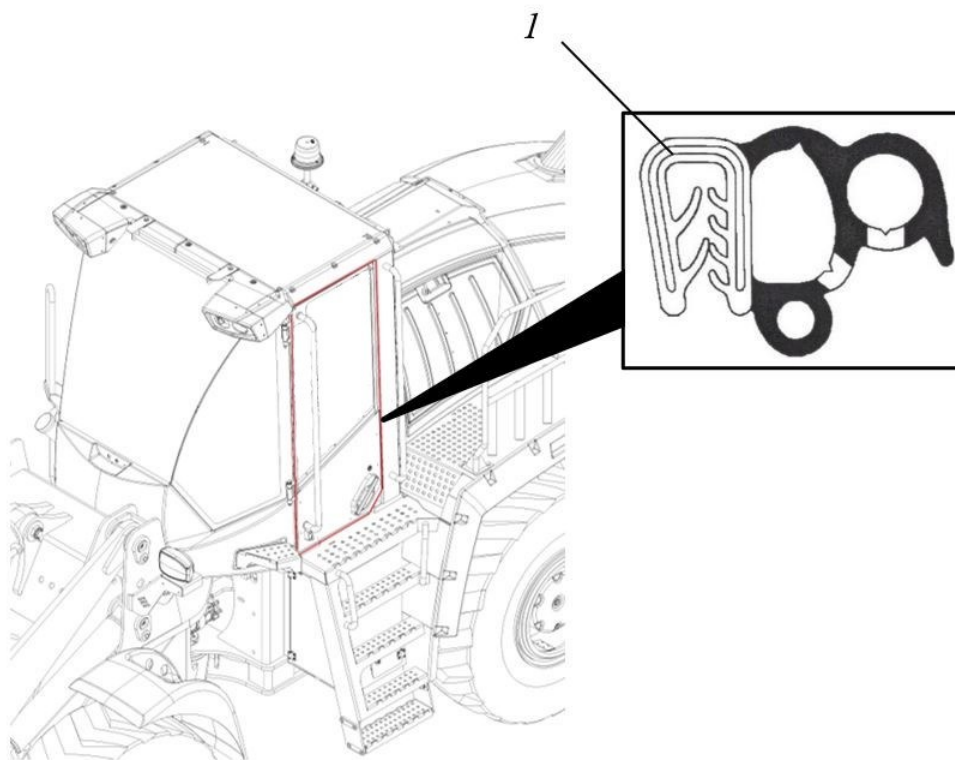

Рисунок 5.73. Кабина оператора – проверка уплотнений
- ▶ Проверить состояние уплотнений, рис. 5.73.